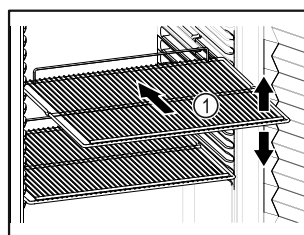

Fig. 71 Exempel
- Om gallren Fig. 71 (1) kan flyttas om ska de anpassas på höjden.